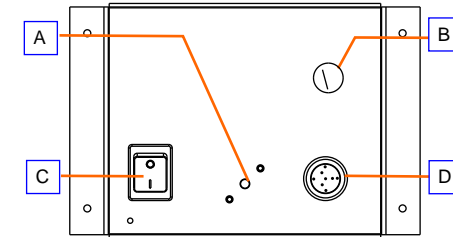

Figure 7. Panneau de commande
- d'une cellule crépusculaire (fonctionnement automatique) (Figure 7. Rep A)
- d'un indicateur de charge batterie (Figure 7. Rep B)
- d'un interrupteur marche / arrêt (Figure 7. Rep C)
- d'une prise recharge (Figure 7. Rep D)